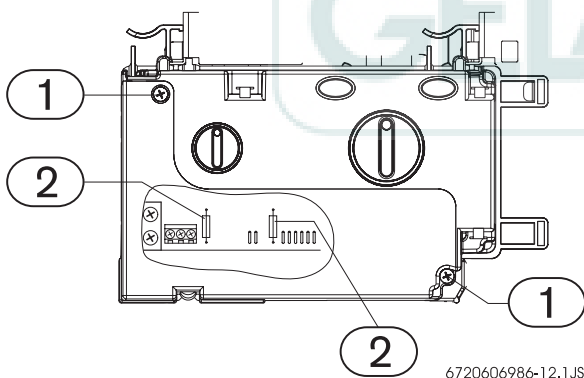

Fig. 18 Quadro comandi
- ▶ rimuovere le viti dello sportellino, presso il quadro comandi (Fig. 18, pos. 1).
- ▶ Sostituire il/i fusibile/i (Fig. 18, pos. 2).